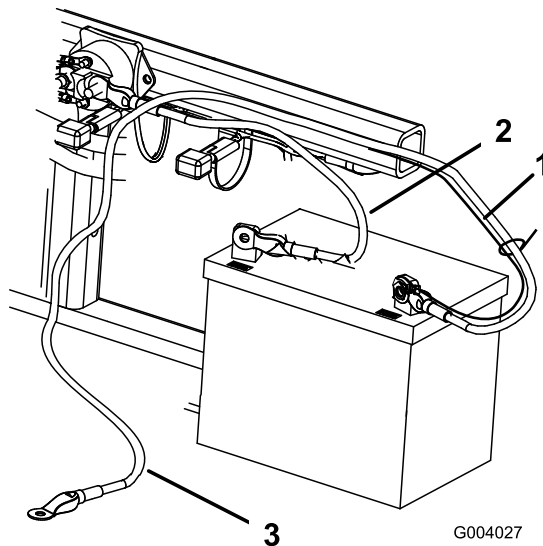

Bild 5
2. Befestigen Sie das Pluskabel (rot) mit einer Schraube ($\frac{1}{4}$ " x $\frac{5}{8}$ ") und einer Sicherungsmutter am Pluspol (+) (Bild 5).
3. Befestigen Sie den kleinen schwarzen Draht und das Minuskabel (schwarz) mit einer Schraube ($\frac{1}{4}$ " x $\frac{5}{8}$ ") und einer Sicherungsmutter ($\frac{1}{4}$ ") an der Minusklemme (-) der Batterie (Bild 5).